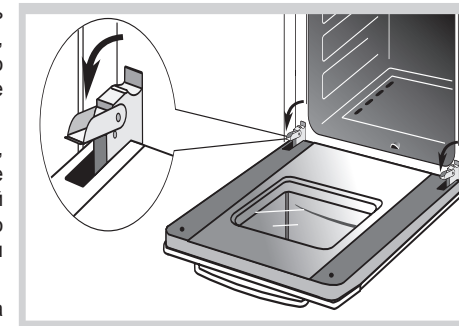

Рис.18
- поднимите и поверните до упора рычаги, расположенные на двух шарнирах (рис. 18),